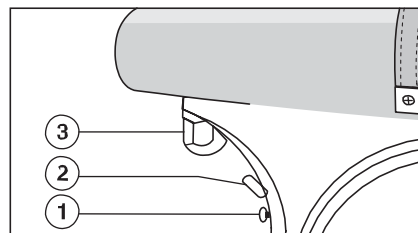

Abb. 30
6.3 **Chokegriff (Abb. 30):** Befindet sich unter dem Hahn zur Regulierung des Kraftstoffes. Er wird zum Kaltstarten des Motors verwendet. Den Chokegriff dazu nach außen ziehen. Den Chokegriff zur Benutzung ziehen. Wenn der Motor anfängt normal zu laufen, muss er wieder zurückgestellt werden.